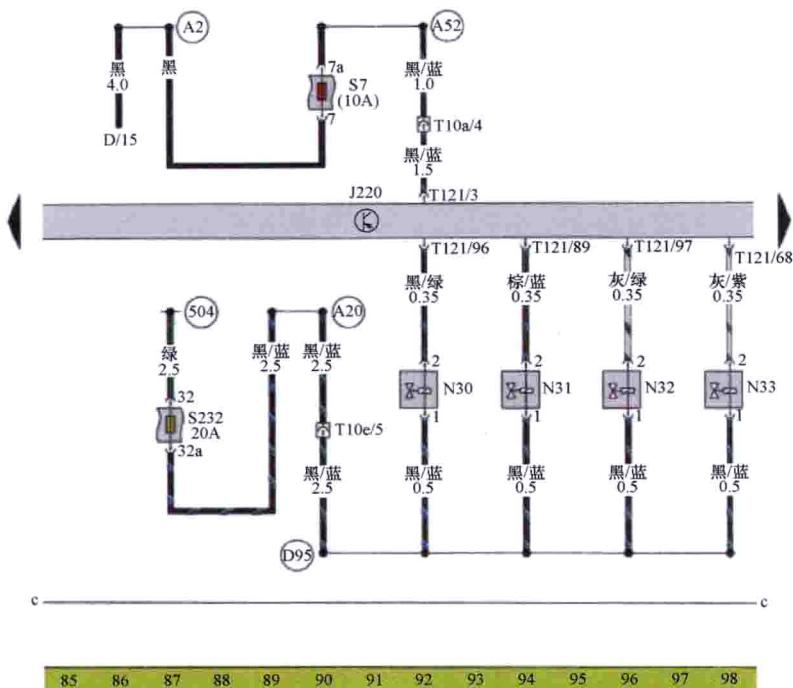

图 2-2 发动机 ECU 和喷油器的相关电路
4) J220 通过端子 T121/96、端子 T121/89、端子 T121/97 和端子 T121/88 提供喷油脉宽回路信号，向 N30、N31、N32 和 N33 提供开启时间信号。如图 2-2 所示。